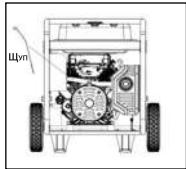

Рис.1
- Извлеките масляный щуп. Протрите его чистой ветошью. Вставьте щуп обратно (рис.1).